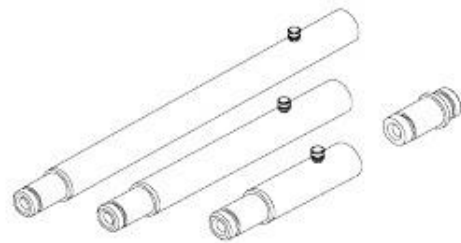

Abb. 1-20. Stützenverlängerungen
f. Stützenverlängerungen. Stützenverlängerungen sind in Verbindung mit Köpfen und/oder Endplatten für die unabhängige Funktion als starre Stützvorrichtungen ausgelegt. Sie können auch zur Verlängerung von sowohl Lockstroke- als auch AcmeThread-Stützen benutzt werden. Die Stützen sind nicht für mehr als zwei Verlängerungen mit einer kombinierten Gesamtlänge von 36" (91,4 cm) geeignet. Siehe Tabelle 1-1 und Abb. 1-20.